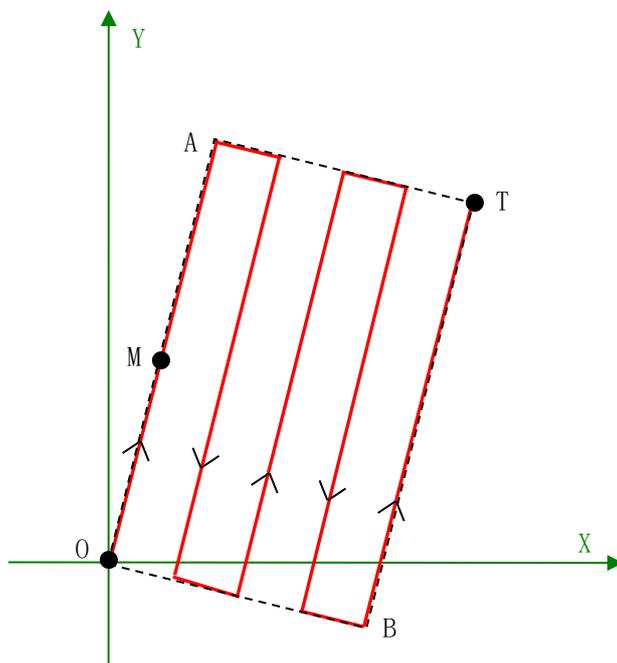

图 8.17 逐行模式的矩形插补运动示意图
如图 8.17 所示，要进行一次逐行模式的矩形插补运动，必须确定以下三个参数：
如图 8.17 所示，要进行一次渐开线模式的矩形插补运动，必须确定以下三个参数：
- (1) 对角位置，如图 8.17 中的点 T，该点确定了矩形的对角点。
- (2) 矩形方向标记位置，如图 8.17 中的点 M。矩形方向标记位置确定了矩形插补运动第一条边的运动方向，该方向为射线 OM 的方向。
此时，通过对角位置坐标及矩形边的方向，则可以确定该矩形区域的框架，如图 8.17 中的矩形 OATB。